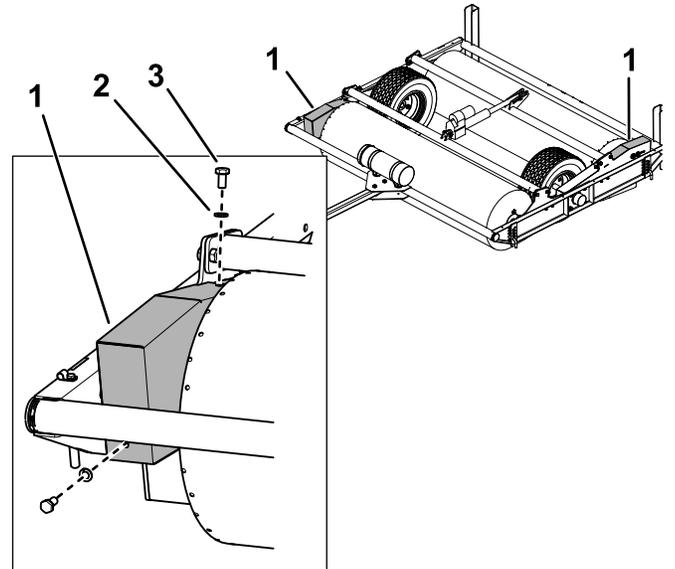

Figure 16
1. Roue dentée de chaîne 2. Écrou (2)
7. Reposez les protège-chaînes comme montré à la Figure 16.